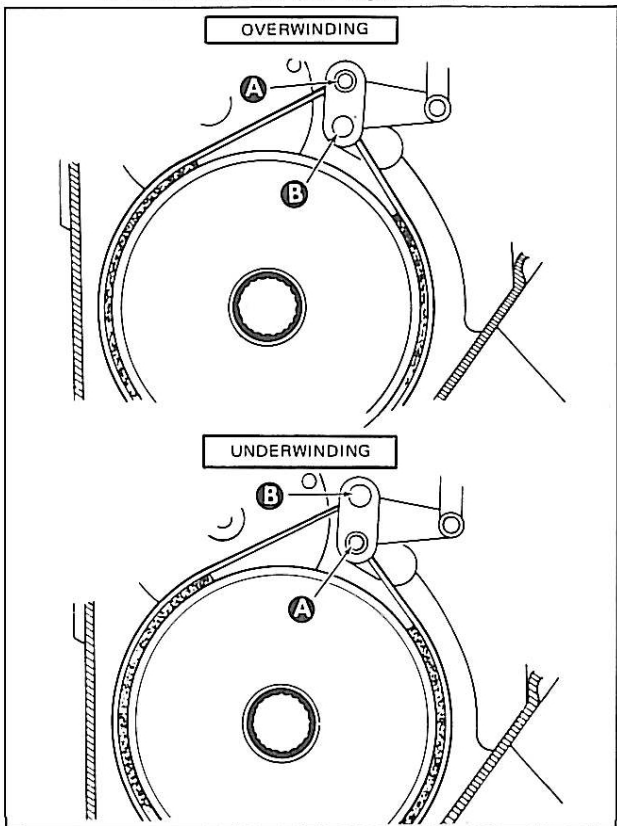

Figure 13. Brake Band Overwind and Underwind Arrangement
a. BRAKE BAND. (See Figure 13.)